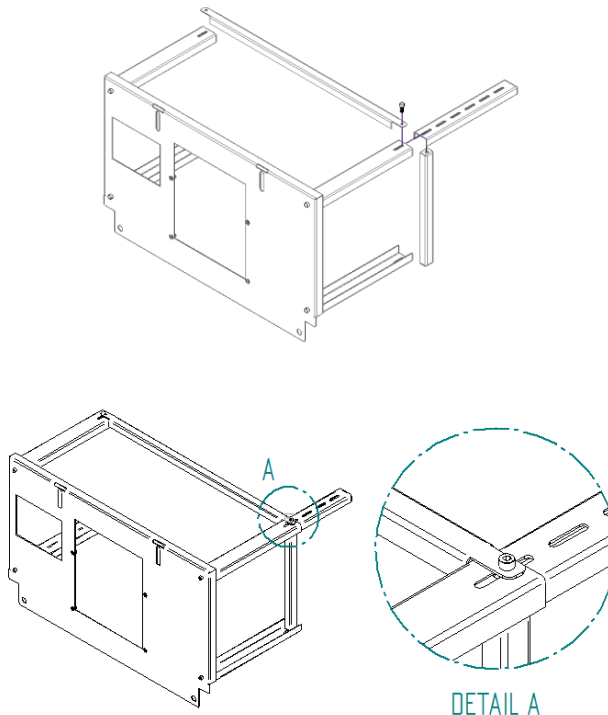

Figure 4 - Montage de la table auxiliaire
2. Placez l'un des verrouillages courts depuis l'intérieur de l'une des extensions de jambe et insérez-le entre les deux extensions de jambe d'un côté, comme on peut le voir sur l'image ci-dessous. Placez l'un des longs verrous depuis l'extérieur et fixez l'ensemble avec une vis DIN 912 M8x20mm. Ne serez pas la vis trop fort, afin de faciliter le montage du reste de l'assemblage. Les rallonges de pieds ont 5 trous, vous devez sélectionner celui à appliquer, ainsi que la hauteur totale de la table, comme indiqué sur la Figure 4.